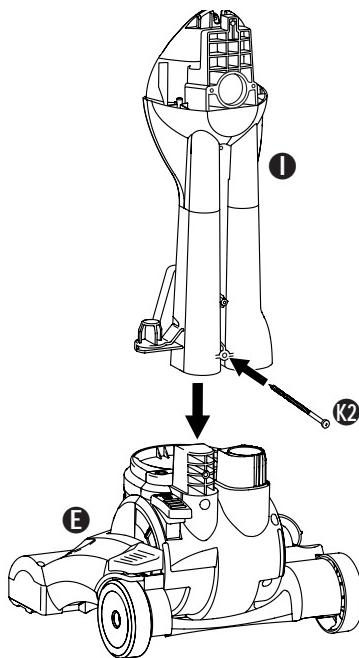

FIG. 1
Step 1: (FIG. 1) Assemble the rear housing **I** to the base **E** by sliding it on top of the base and attaching to the base using a long screw provided **K2**.
Étape 1. (FIG. 1) Fixez le boîtier arrière ① à la base ④ en le glissant sur le dessus de la base et attachez-le à celle-ci à l'aide d'une longue vis ② fournie avec l'appareil.
Paso 1. (FIG. 1) Instale el alojamiento trasero ① en la base ④ deslizándolo sobre la misma y fijándola usando el tornillo largo ② proporcionado.